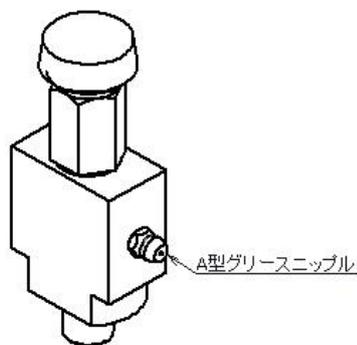

図 4
⑤ グリースチェッカー付属のグリースニップルから手動グリースガンまたは、電動グリースガンにてグリースを給脂することも可能です。(図 4 (図は KGC-01 型))